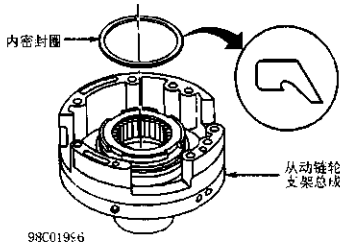

图 2-89 安装内密封件到从动链轮支架总成内。
① 安装以前，在新的内密封圈和外密封圈上涂上变速器油。在四档离合器上安装外密封圈。将四档离合器内密封圈安装到从动链轮支架总成上（图 2-89）。